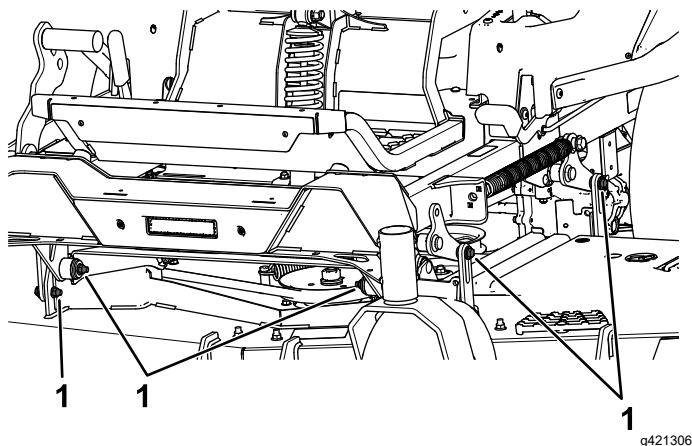

Figure 109
7. Enlevez et conservez les boulons et écrous de chaque côté de la machine (Figure 109).